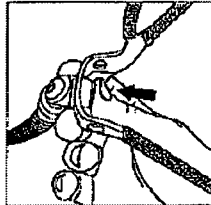

Figura 10
- 9- Sujete el armazón del arnés con el codo entre el primer y el segundo codo. Con el pulgar presione la parte posterior del codo hasta que pase a través del armazón (figura 10).